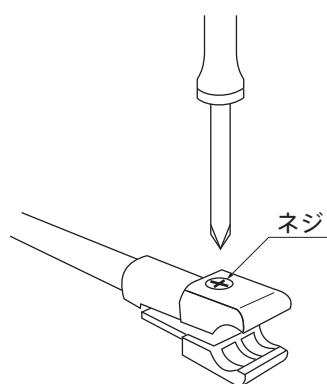

図2
- ・ギャラリーレールにクロスギャラリーを取付けます。 (図2、図3)